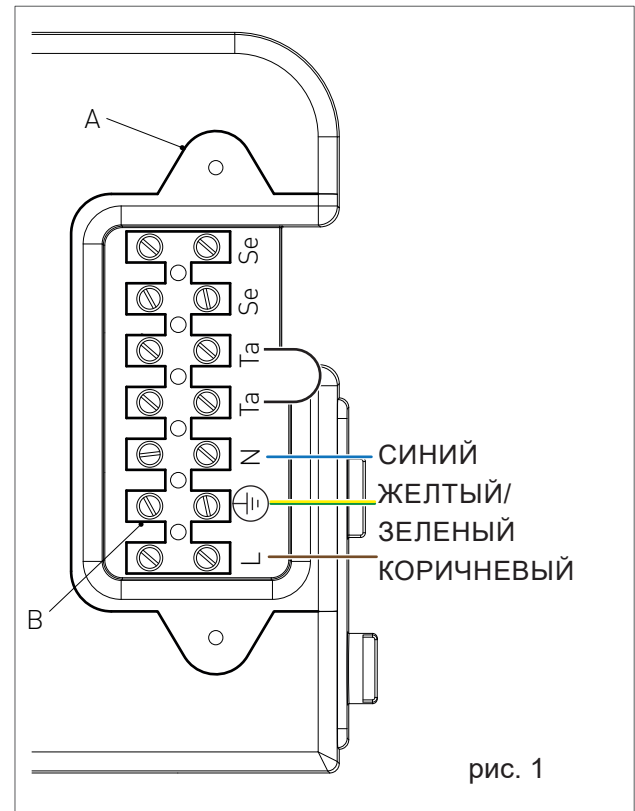

рис. 1
- > Ослабьте два винта и снимите панель А (см. рис. 1).
- > После этого подсоедините кабели к клеммной коробке В (см. рис. 1):
Чтобы вставить кабели в устройство, используйте сальники P1 и P2, размещенные под панелью (см. рис. 1). Прodelайте в сальнике отверстие размером меньше диаметра кабеля, чтобы обеспечить герметичность соединения.